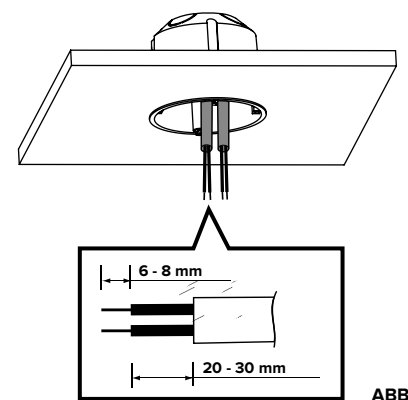

ABB. 6
2. Ziehen Sie das Kabel aus dem Lampenanschluss und entfernen Sie die Isolierung auf 6 bis 8 mm vom Kabel (siehe ABB. 6).